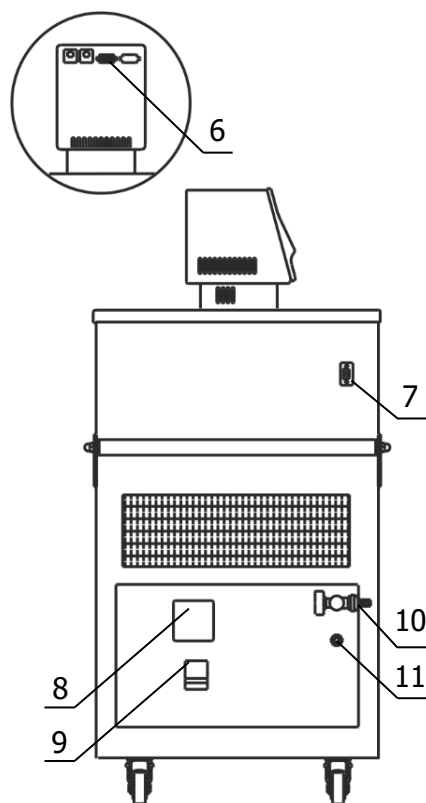

Рисунок 4 — Боковая панель термостата
2.2.5 К переливному штуцеру 11 (рисунок 4) присоединить гибкий шланг, второй конец которого опустить в емкость для сбора излишков теплоносителя объемом 1.5-2 литра.
2.2.7 Вставить вилку сетевого кабеля блока регулирования в розетку 8 (рисунок 4). Соединить кабелем из комплекта поставки блок регулирования (разъем 6) и холодильную машину (разъем 7). Сетевой кабель термостата подключить к питающей сети напряжением 220 В. Для этого в лабораторном помещении должна быть установлена электрическая розетка из комплекта поставки термостата.
2.2.8 Автоматический выключатель 9 (рисунок 4) перевести в положение «включено».
2.3.3 При работе термостата на температурах, близких к нижней границе диапазона регулирования необходимо доливать теплоноситель до момента слива его из переливного штуцера 11 (рисунок 4) при охлаждении термостата на каждые 10 °С.
- на короткое время перевести автоматический выключатель 9 (рисунок 4) в положение «выключено»;
2.4.4 Перед повторным запуском холодильной машины после наступления аварийной ситуации необходимо отключить питание термостата, для этого перевести автоматический выключатель 9 (рисунок 4) в положение «выключено».
2.5.5 Надеть сливной шланг из комплекта поставки на кран 10 (рисунок 4) и закрепить его хомутом. Свободный конец шланга опустить в емкость для сбора теплоносителя объемом не менее 15 литров.